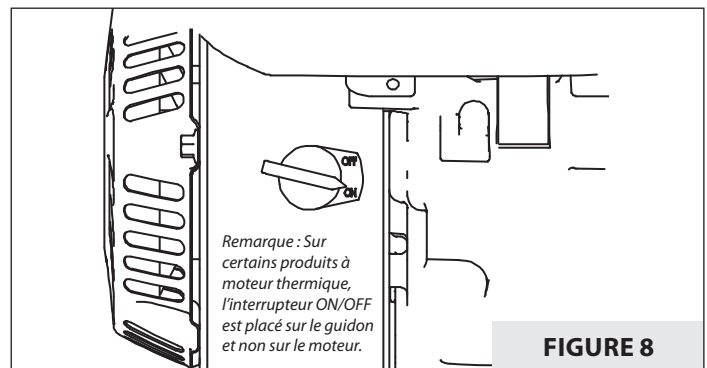

FIGURE 8
- Mettre l'interrupteur ON/OFF (marche/arrêt) en position **ON**. **VOIR FIGURE 8.**